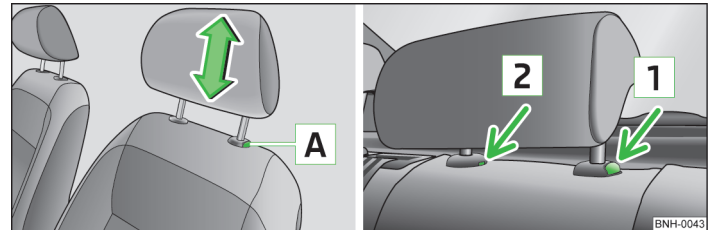

Abb. 35 Kopfstütze: Einstellen / Ausbauen
- Möchte man die Kopfstütze nach unten verschieben, dann die Sicherungstaste  » Abb. 35 mit einer Hand drücken und gedrückt halten, und mit der anderen Hand die Kopfstütze nach unten drücken.
- › Die Sicherungstaste [A] » Abb. 35 drücken und die Kopfstütze herausziehen.
- › Die Sicherungstaste [1] » Abb. 35 drücken, gleichzeitig mit einem flachen Schraubendreher mit einer Breite von max. 5 mm die Sicherungstaste in der Öffnung [2] drücken und die Kopfstütze herausziehen.